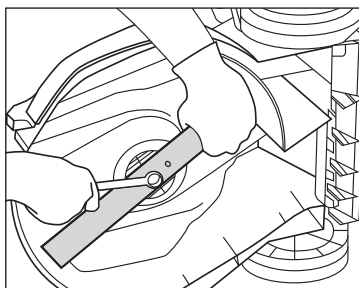

Рис. 12
- Удерживая нож, с помощью гаечного ключа отсоедините болт крепления ножа и снимите шайбу (рис. 12).